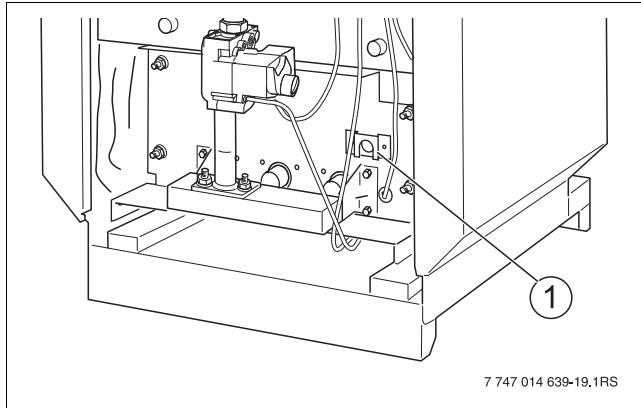

Fig. 10 Chaudière G234X
- ▶ Observer la flamme d'allumage par le regard du boîtier du brûleur (→ fig. 10, [1] page 11).